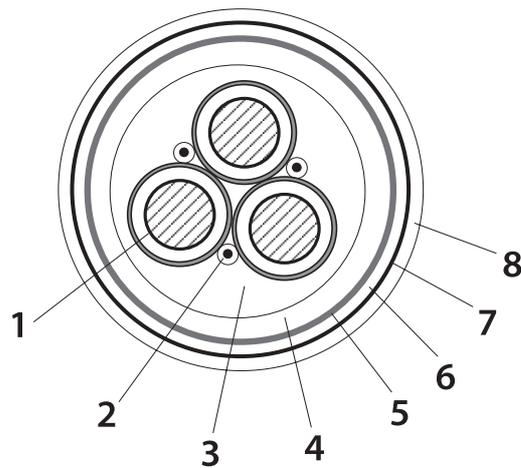

Abb. 2.1: Leitungsaufbau
- konzentrisch zur Leitungssachse als metallene nichtisolierte oder nichtmetallene leitende Hülle zwischen Innen- und Außenmantel aufgebaut (siehe Abbildung 2.1 auf der folgenden Seite) oder